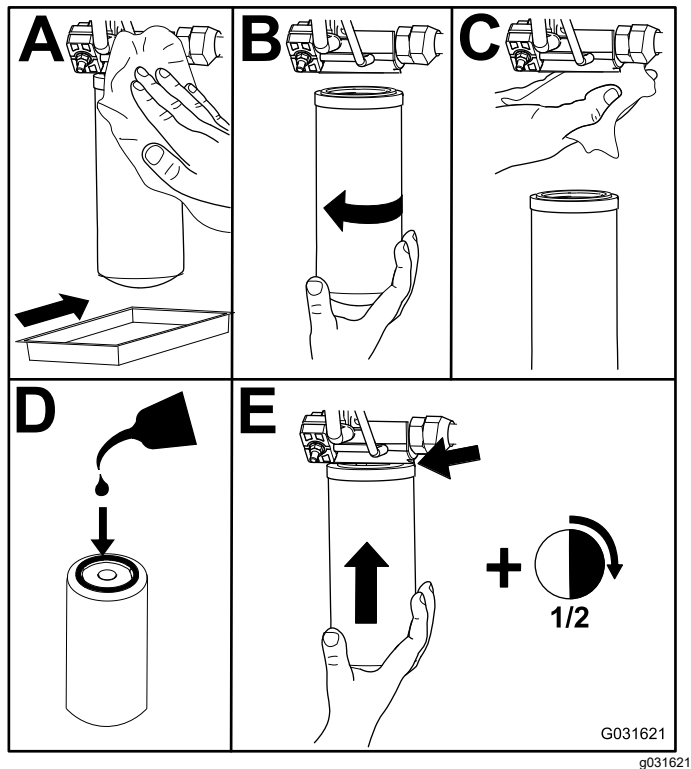

Figura 117
2. Cambie los filtros hidráulicos (Figura 117).